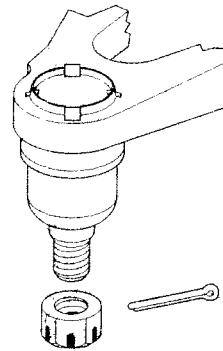

FIGURA 1
8. Con un punzón redondo y un martillo desasegurar la articulación redonda baja del brazo de control doblando los bordes empalados. Asegurese que todos los bordes empalados o arrumados sean dobrados hacia adentro de forma que la articulación redonda pueda ser presionada hacia fuera (VER FIGURA 1).